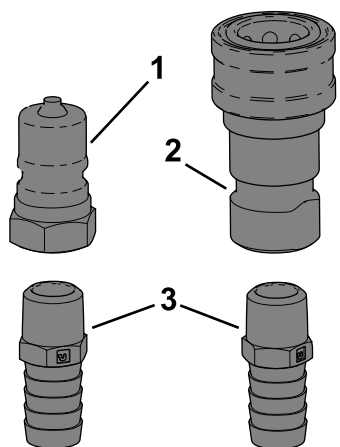

図 11
2. ストレートフィッティングをカップラに取り付ける 図 11。